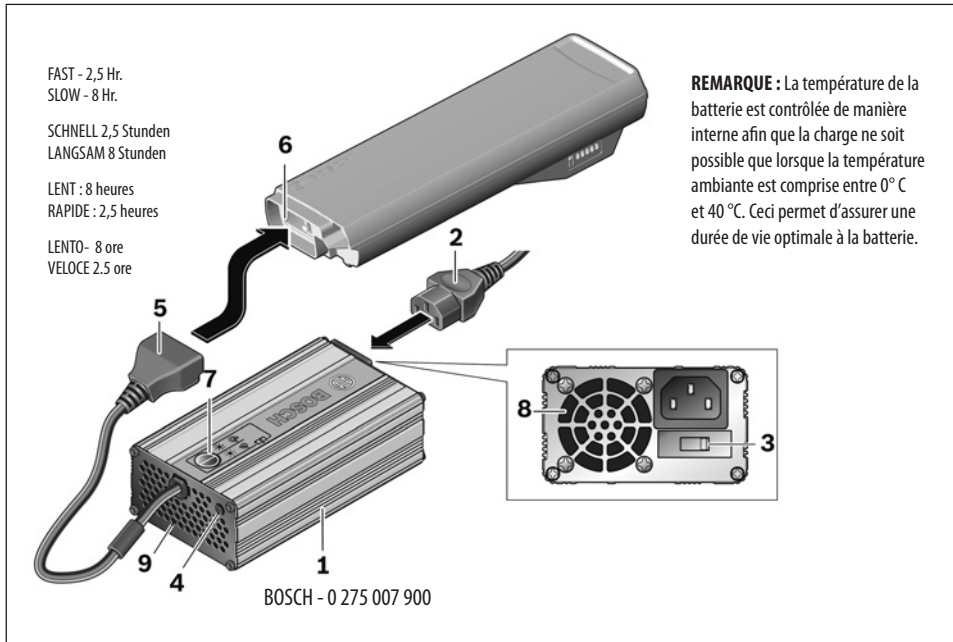

Figure 6.
Voir figure 6. Retirez la batterie du porte-bagages du vélo. Apportez la batterie à l'intérieur et laissez-lui le temps de se mettre à la température de la pièce. Vérifiez que le sélecteur de tension (2) du chargeur (1) est réglé sur la tension secteur correcte et que le cordon d'alimentation (3) est connecté à la prise secteur. Vérifiez que le chargeur est prêt en vous assurant que le voyant DEL (4) est allumé. Raccordez le connecteur du chargeur (5) à la prise de la batterie (6). Réglez la vitesse de charge sur SLOW (lent) ou FAST (rapide) à l'aide du bouton sélecteur (7) situé sur la surface supérieure du chargeur.